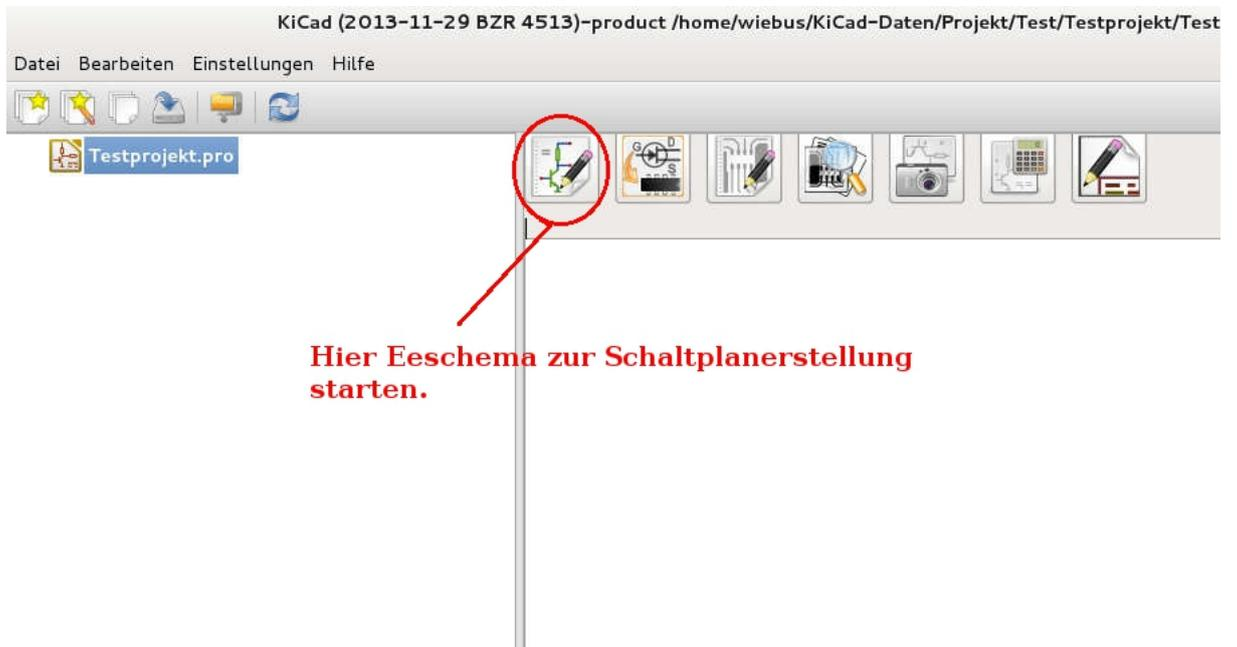
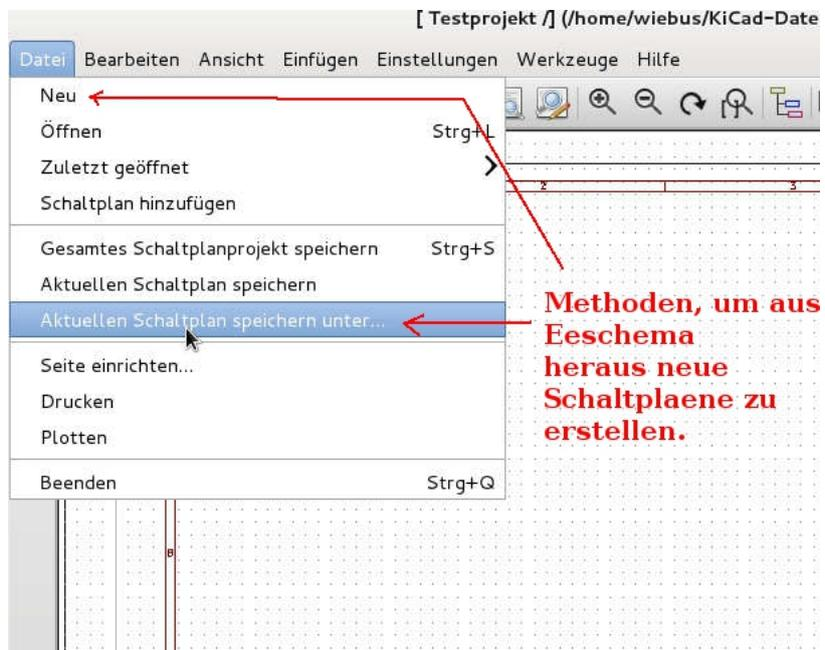

Abbildung 3: Eeschema zur Schaltplanerstellung starten.
Abbildung 4: Neue Schaltpläne aus Eeschema heraus erzeugen.
**B** Starten Sie, um den Schaltplan zu erstellen, das Programm EESchema (Abbildung 3). Beim Starten werden sie vermutlich eine Fehlermeldung bekommen, weil der Schaltplan Versuch1.sch noch nicht existiert. Quittieren sie diese einfach, und Sie sitzen vor dem neuen, noch leeren, Schaltplan. Sobald sie einmal den Schaltplan speichern, und EESchema verlassen, wird dieser im Ordner Testprojekt als Testprojekt.sch angelegt . Weitere, diesem Projekt zugeordnete Schaltpläne erzeugen Sie aus Eeschema heraus, indem Sie oben in der Tooleiste unter Datei entweder NEU oder „Speichern aktueller Schaltplan unter“ wählen (wie üblich). Siehe Abbildung 4.